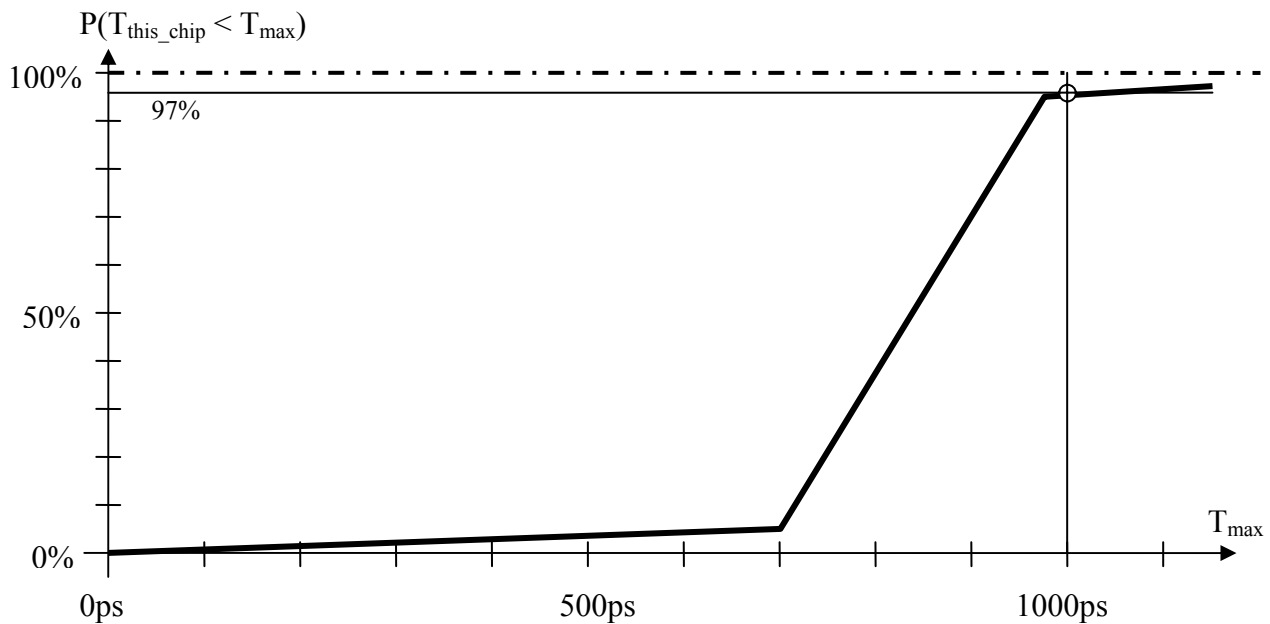

Abbildung 3.1
Gegeben sei ein CPU-Chip, der nominal bei 5V Versorgungsspannung, 25°C Umgebungstemperatur und 1GHz arbeitet und dabei eine Die-Temperatur von 85°C erreicht. Abbildung 3.1 zeigt eine Näherung für die (kumulative) statistische Verteilung des Delays im kritischen Pfad, wie sie vom Hersteller ermittelt wurde. Wie man erkennt, ist das Design so ausgelegt, dass trotz der fertigungsbedingten Variationen 97% der gefertigten Chips funktionieren. Bei den restlichen 3% seien die Delays im kritischen Pfad (inklusive Setup/hold time) größer als die Periodendauer von 1000ps, sodass Probleme beim Timing auftreten. Diese Chips wurden beim Test ausgeschieden.
- Würde man den Chip um 25% höher takten – wie groß wäre dann der zulässige Delay? Wie hoch wäre damit nach Abbildung 3.1 der Prozentsatz der auszuschneidenden Chips?